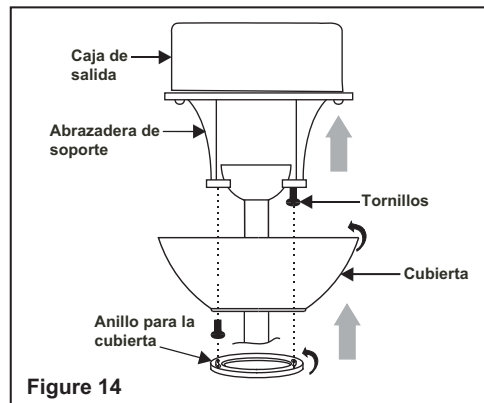

Figure 14
Paso 2. Deslice la cubierta hacia arriba hacia el soporte de montaje y coloque el agujero de posición de la cubierta sobre el tornillo del soporte de montaje, gire la cubierta hasta que quede encajada en su lugar en la sección estrecha de los agujeros de posición. (Fig. 14)